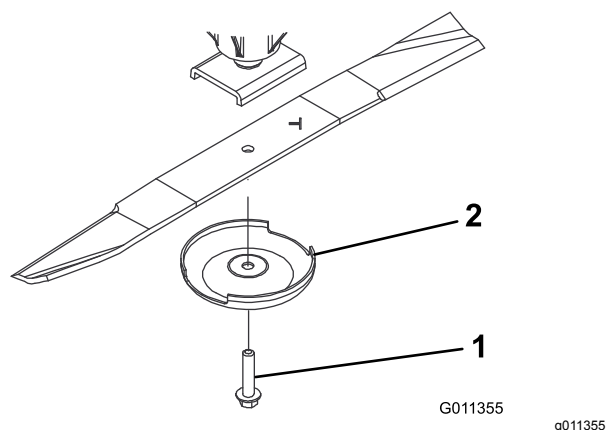

Figure 59
2. Tenez la lame par son extrémité avec un chiffon ou un gant épais. Enlevez le boulon, la coupelle de protection et la lame de l'axe de pivot (Figure 59).
3. Montez la lame, ailette vers l'unité de coupe, et fixez-la avec la coupelle de protection et le boulon (Figure 59). Serrez le boulon de la lame à un couple de 115 à 149 N·m.